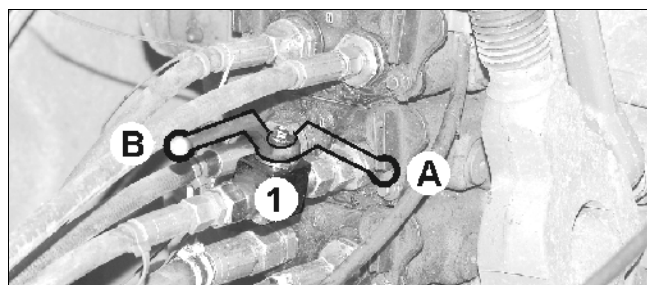

Fig. 14
- Kuglehanen (Fig. 14/1) lukkes (stilling A).
- Kuglehanen (Fig. 14/1) åbnes (stilling B).